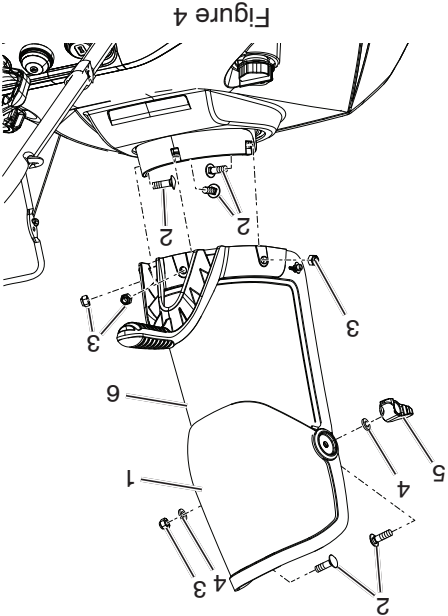

Figure 4
- Poser le déflecteur de goulotte sur la goulotte de décharge à l'aide des deux vis, des rondelles, de l'écrou et du bouton de déflecteur (Figure 4).
- Poser la goulotte de décharge à la base de la goulotte en utilisant les trois vis et les écrous (Figure 4).